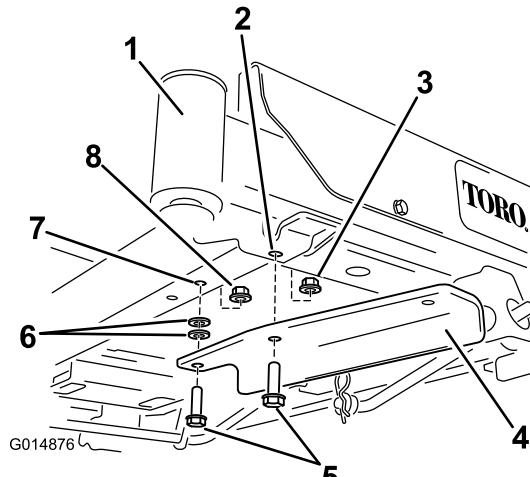

Figure 6
- Machines sans pédale d'aide au levage : fixez le support avec 2 boulons (3/8" x 1 1/4"), 2 rondelles et 2 contre-écrous (3/8") (Figure 6).